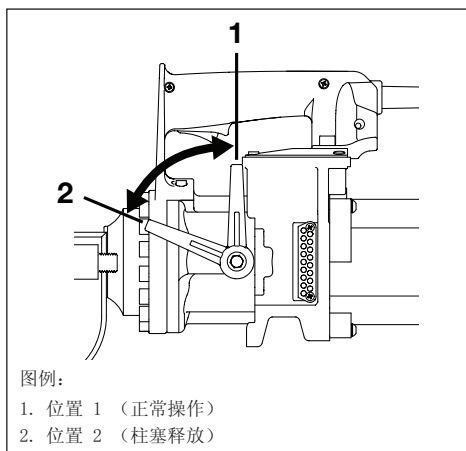

图 5，柱塞释放杆
参见图 5。
3. 确保柱塞释放杆已经顺时针完全拧到位置 1。参见图 5。